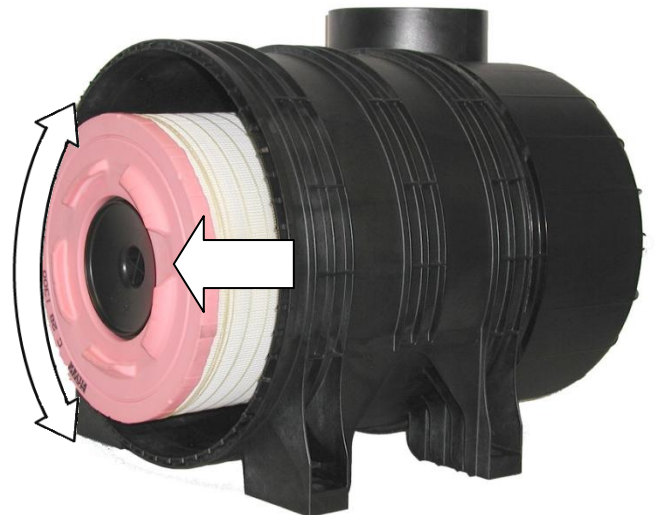

Fig. 4 Démontage de l'élément principal
- Extraire entièrement l'élément principal du siège d'étanchéité en opérant de légers mouvements de basculement (voir Fig. 4).